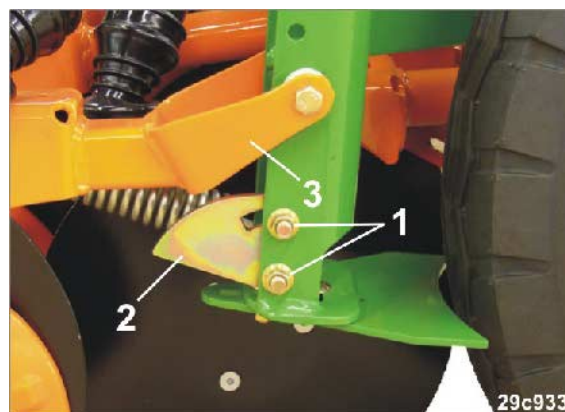

図 159
2. ナット (図 159/1) を外します。
3. 外側コールタ (図 159/3) の種子植え付け深さは、カム (図 159/2) を回すことで設定します。